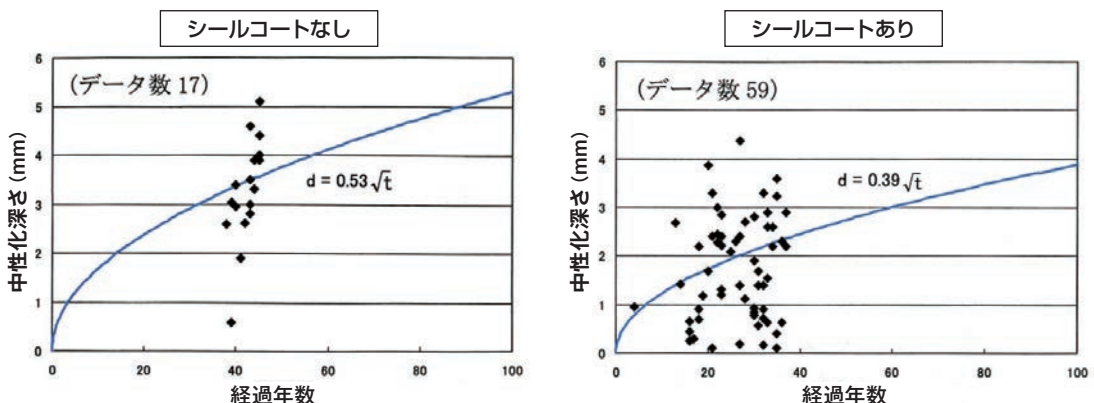

図 10 埋設後の経過年数と中性化深さの関係（データ数合計 76 件、経過年数最長 45 年間）
- ① 中性化促進試験から、モルタルライニングの中性化深さは時間の平方根に比例し、 $\sqrt{t}$  則が成り立つことが確認できた。
- ② 埋設管の中性化速度係数から、埋設後の経過年数と中性化深さの関係は図 10 となり、中性化深さがモルタルライニングの厚さである 4 mm に達する年数はシールコートなしでは 57 年、シールコー